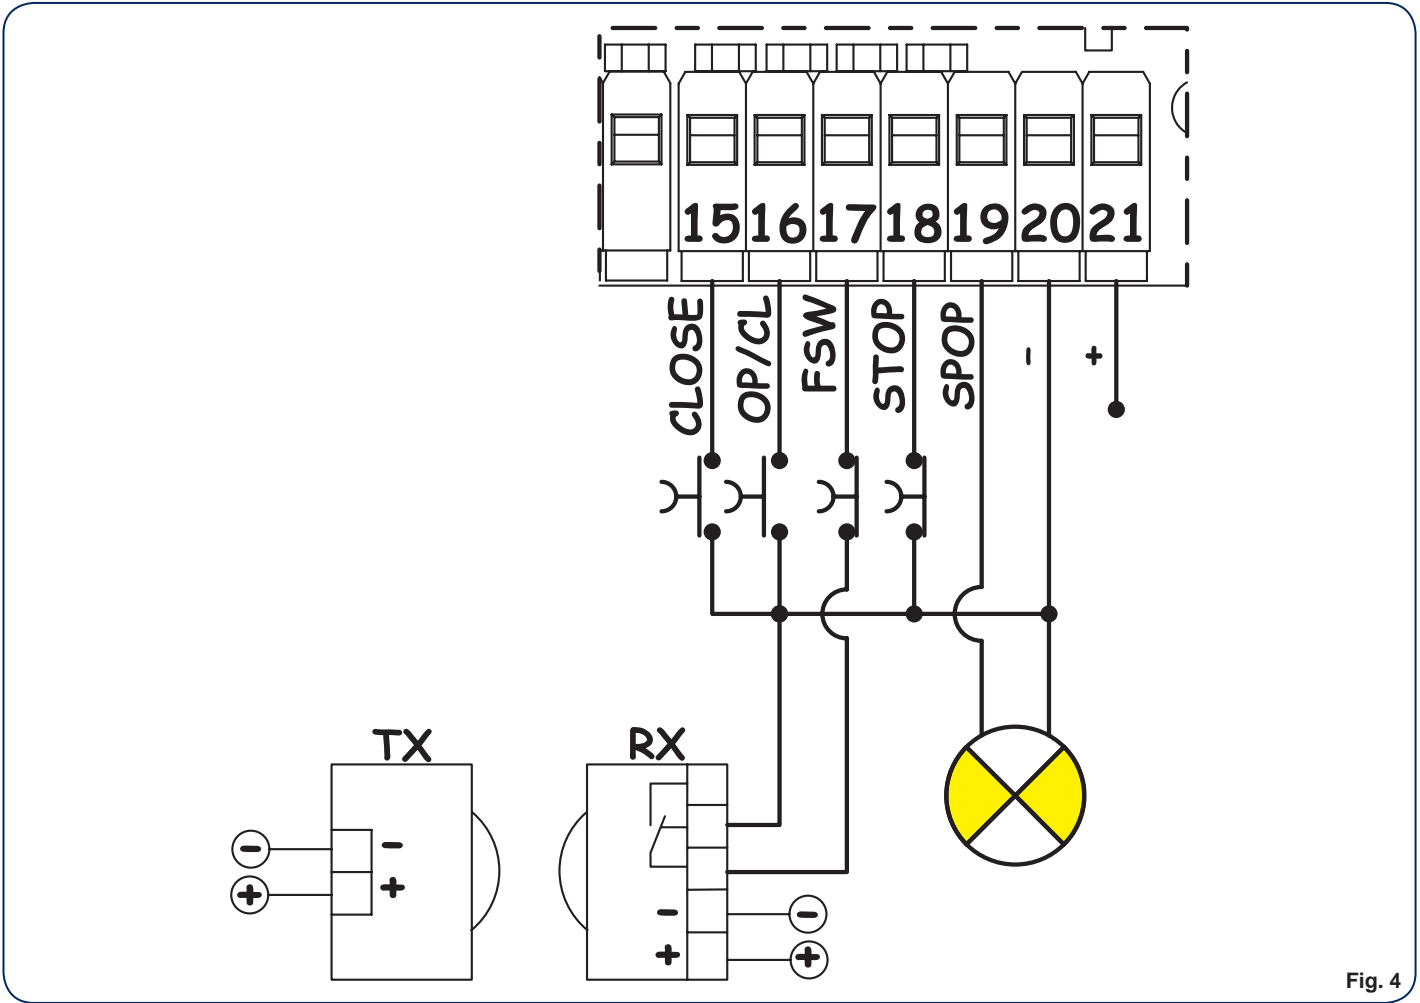

Fig. 4
5.4. MORSETTIERA CN4 (Fig. 4)	pag.3